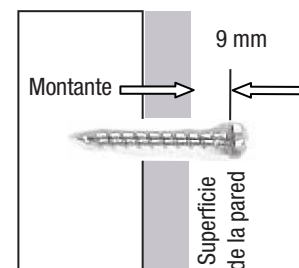

Figura 2
*NOTA:* Si los tornillos se atornillan directamente en el montante, perforo previamente los orificios de los tornillos con una broca de 3 mm (1/8") y atornille sin utilizar anclajes, dejando que sobresalgan 9 mm de cada tornillo de la superficie de la pared, como se muestra en la **Figura 2**. (Diríjase al **PASO 3**)